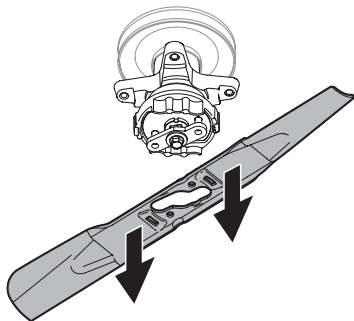

Figura 45
5. Cuando el orificio del centro de la cuchilla se alinee con el retenedor de cuchillas del tractor, baje la cuchilla con cuidado (Figura 45).